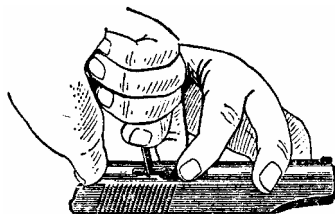

Рис. 26. Присоединение выбрасывателя к затвору.
2. Присоединить выбрасыватель к затвору (рис.26). Положить затвор на стол, правой рукой вставить в гнездо затвора пружину выбрасывателя с гнетком (гнетком наружу). Вставить выбрасыватель в паз зацепом к чашечке затвора и, придерживая его указательным пальцем левой руки у зацепа, утопить выступом протирки гнеток в гнездо; одновременно поджимая выбрасыватель к гнетку и вниз (поворачивая вокруг зацепа), опустить его пяточку в гнездо затвора так, чтобы головка гнетка расположилась над уступом пяточки выбрасывателя.